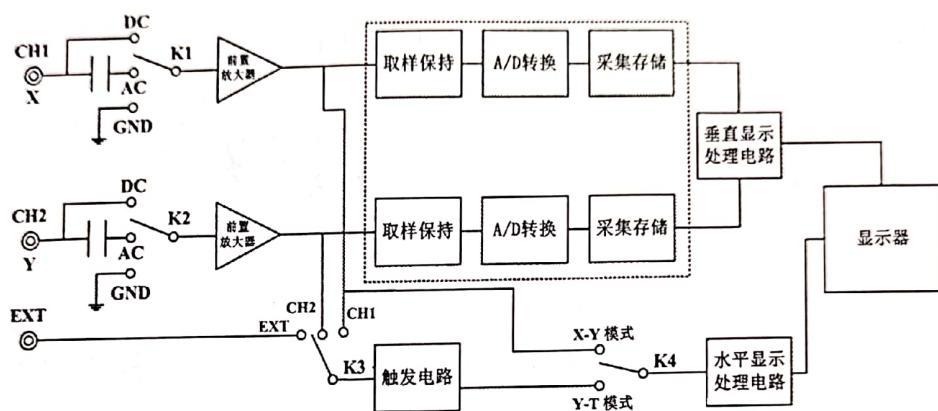
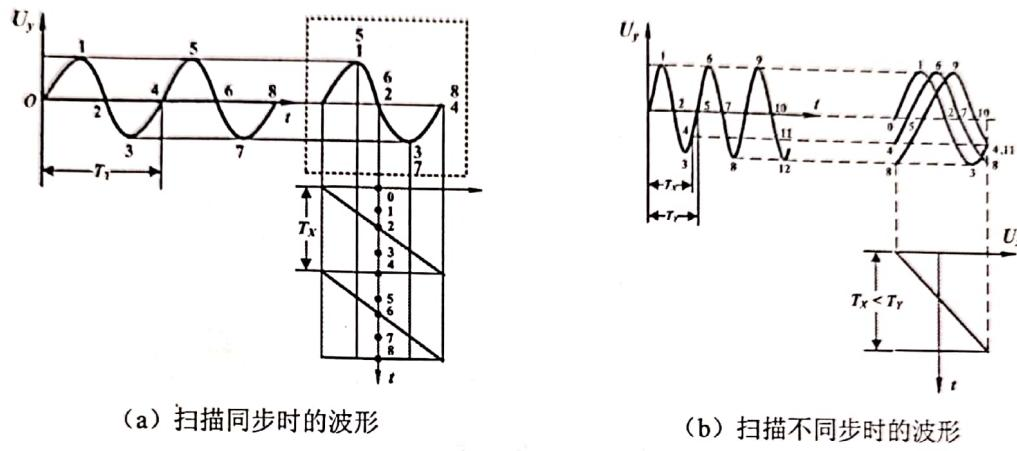

图 1 示波器原理框图
图 2 示波器的扫描
示波器实际上是一台电压信号的二维显示设备,任何种类的示波器,都主要由电源系统、信号检测和放大系统、扫描触发系统、波形显示系统等四部分组成。示波器的原理框图如图1所示,虚线框内的模块是数字示波器特有的功能模块,模拟示波器没有。不论哪种示波器,若设显示屏的水平方向为x,垂直方向为y,屏幕上光点的坐标是加
(1) 波形显示模式 (Y-T)，对应图 1 中开关 K4 接“Y-T 模式”。该模式下在  $x$  轴施加的信号  $U_x(t)$  为锯齿波，由于锯齿波的电压在一个周期内与时间  $t$  成正比，有  $x \propto U_x(t) \propto t$ ，相当于在显示屏上建立了一个以时间  $t$  为横坐标的线性坐标系。
当  $y$  方向电压为零，对应图 1 中的开关 K2 接地 (GND) 时， $U_y(t) = 0$ ，仅在水平方向上加周期电压  $U_x(t)$ ，则显示光点沿水平方向作往返运动，这种过程称为扫描，相应地  $U_x(t)$  称为扫描电压。当扫描电压频率  $f$  较高时，将显示为一条连续的直线，称为扫描线。当  $y$  方向加周期电压  $U_y(t)$ ，有  $y \propto U_y(t)$ ，如图 2 (a) 所示， $y$  轴输入信号的波形就可以在屏幕上显示出来。
**(2) 李萨如图形显示模式 (X-Y)**，对应图 1 中的开关 K4 接“X-Y 模式”。该模式下在  $x$  轴施加与 CH1 通道的输入信号成比例的电压，故屏幕显示的波形是 CH1 通道和 CH2 通道输入信号的合成图形，称为李萨如图形。该模式下， $K_x$  称为  $x$  轴的电压灵敏度， $K_y$  称为  $y$  轴的电压灵敏度。
示波器如果不经过仔细调节，其显示的波形会左右移动。为了后续进行各种测量，需要使显示的波形在屏幕上稳定不动。设锯齿波  $U_x(t)$  的周期为  $T_x$ ，被观测波形  $U_y(t)$  的周期为  $T_y$ ，如图 2 (a) 所示，如果  $T_x = nT_y$  ( $n = 1, 2, 3 \dots$ ) 严格成立，则锯齿波每次扫描的起点都准确地落在被观测信号的同相位点上，每次扫描显示的波形都完全相同，从而显示出稳定的波形，波形与时间无关，该状态称为扫描同步。若  $T_x \neq nT_y$ ，每次扫描起始点会落在非同相位点上，每次扫出的波形不重复，如图 2 (b) 所示，则屏上显示的波形在  $x$  方向上不断移动，